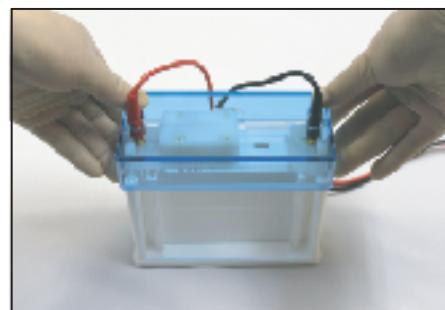

図15
2. 転写終了後、**KYOCERA-TR Power Supply**のスイッチをOFFにしてから、セルカバーを外します。セルカバーは**MINICA-MP** プロッティングモジュールの両リムーブガイドを押さえながら、セルカバーを引上げます。 (図15)